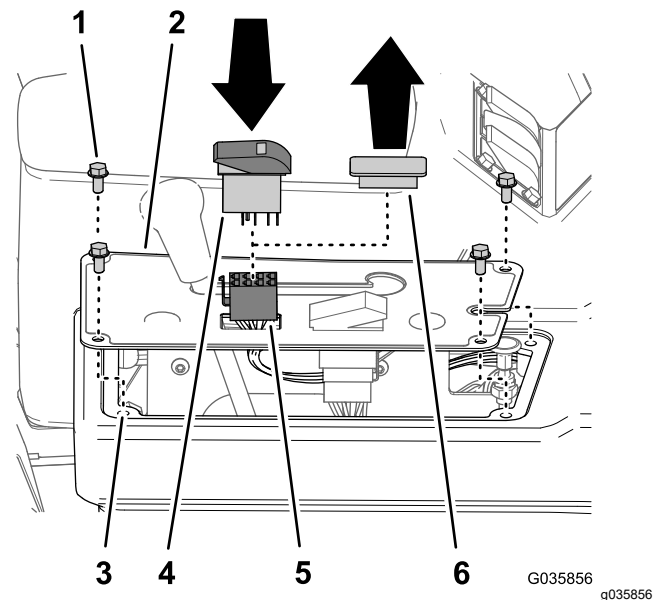

Figura 33
1. Si están instalados, retire los 4 pernos con arandela prensada ($\frac{1}{4}$ " x $\frac{1}{2}$ ") que sujetan la cubierta del panel en la parte superior de la consola, tal y como se muestra en la Figura 33.
2. Retire el tapón del interruptor de la cubierta del panel de la consola (Figura 33).
3. Alinee el conector hembra de 8 vías del arnés de cables del kit de acabado del brazo Ultra Sonic Boom a través de la abertura en la cubierta del panel (Figura 33).
4. Conecte el conector hembra de 8 vías del arnés de cables del kit de acabado del brazo Ultra Sonic Boom etiquetado MODO MANUAL SÓNICO FRENTE A AUTOMÁTICO al interruptor basculante (Figura 33).
5. Instale el interruptor basculante en la abertura del panel del salpicadero hasta que el interruptor encaje en su sitio (Figura 33).
6. Alinee los taladros de la cubierta del panel con los taladros de la parte superior de la consola (Figura 33).
7. Sujete el panel a la consola con los pernos (Figura 33) que retiró en el paso 1.